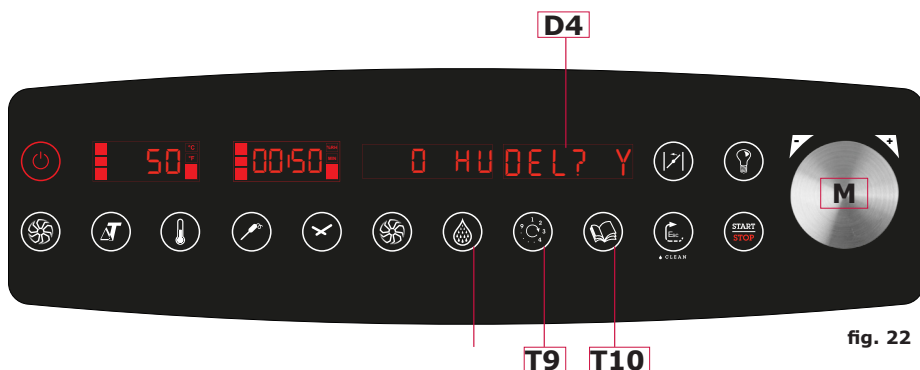

fig. 22
Si se desea, guardar las modificaciones realizadas manteniendo presionado por tres segundos el pulsador **T10** (fig. 22). El nuevo programa modificado sustituirá el precedente.
3. Mantener presionado el pulsador **T9** (fig. 22).
4. La pantalla **D4** (fig. 22) mostrará: **DEL? N**
5. Girar el pomo **M** (fig. 22), la pantalla **D4** (fig. 22) mostrará: **DEL? Y** y confirmar la operación presionando el pomo **M** (fig. 22).
En la segunda hipótesis, después de haber seleccionado el programa deseado, colocarse sobre la fase interesada para la cancelación y presionar el pulsador **T9** (fig. 22). Proceder como en los puntos 4 y 5 explicados anteriormente.